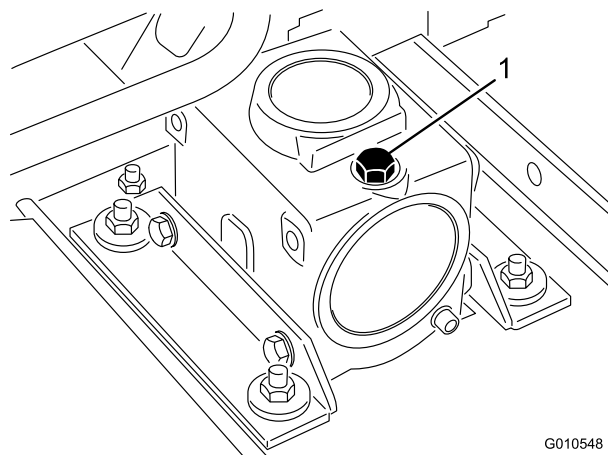

Figure 18
3. Retirez la jauge/le bouchon de remplissage du haut du réducteur (Figure 18) et vérifiez que le niveau de lubrifiant se situe entre les repères de la jauge.